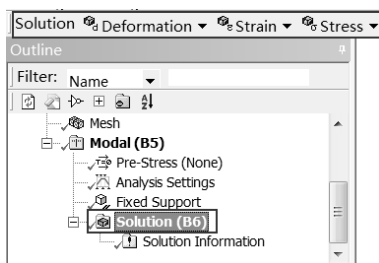

图 10-59 Solution 工具栏
Step1：选择 Mechanical 界面左侧 Outline（分析树）中的 Solution（B6）选项，此时会出现如图 10-59 所示的 Solution 工具栏。